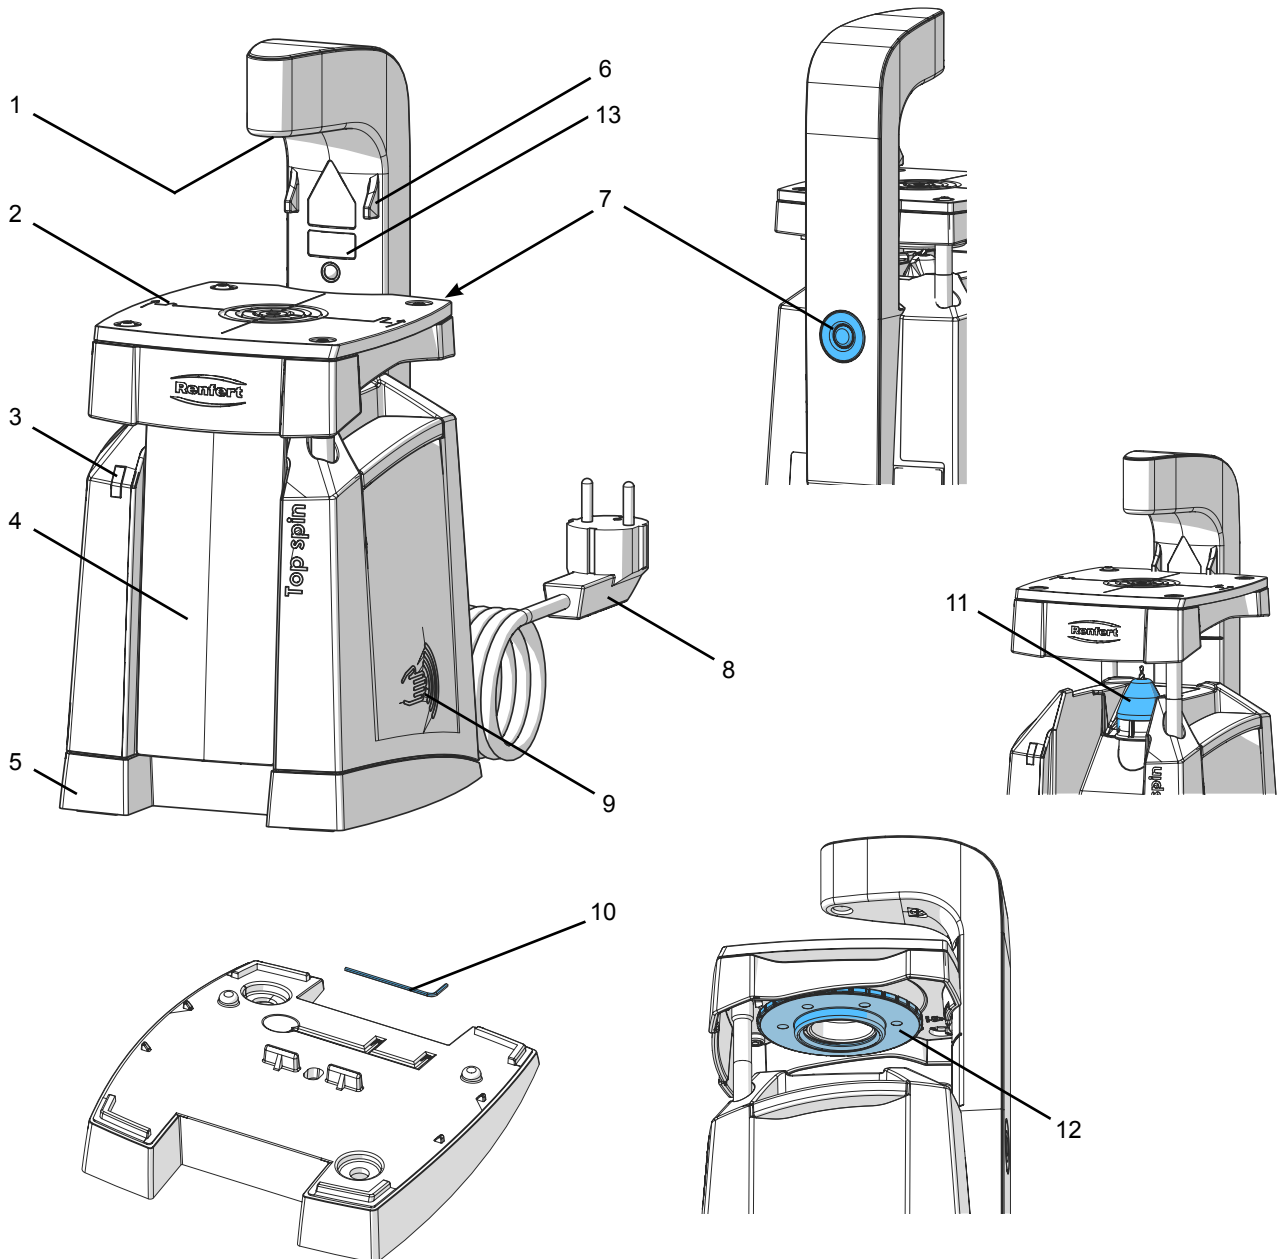

Abb. 1
- ⇒ Lösen Sie den Warnhinweis Laser in Ihrer Landessprache vom Aufklebersatz und überkleben Sie den vorhandenen Warnhinweis (13, Abb.1).
- ⇒ Zahnkranz auf Bohrtisch (2, Abb. 1) platzieren und unter Ziellaser (1, Abb. 1) ausrichten.
- ⇒ Bohrtisch (2) bis zum Anschlag (6) nach oben schieben.
- ⇒ Abgelagerten Staub mit Pinsel oder leichtem Klopfen in Staubbehälter (4, Abb. 1) befördern und Staubbehälter an der Unterkante nach vorne herausziehen.
- ⇒ Staubschutzhaube (11, Abb.1) abziehen.
- ⇒ Spindelarreterung (7, Abb.1) drücken und Spannmutter (22) drehen bis die Spindelarreterung einrastet.